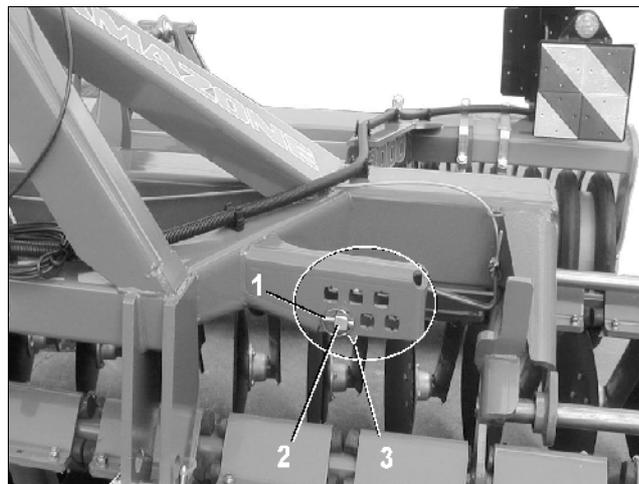
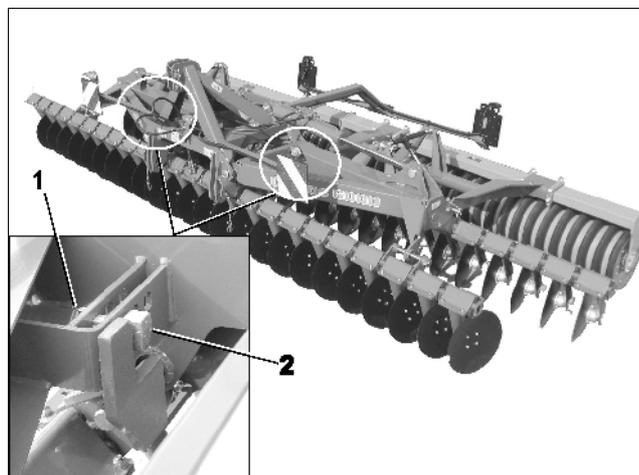

Fig. 17
Fig. 18
**Catros 3001, 4001:** Fig. 17
**Catros 4001-2 til 6001-2:** Fig. 18
- Ta løs orepinnen (Fig. 17/3 og Fig. 18/1)
- Sett eksenterbolten (Fig. 17/2 og Fig. 18/2) i valgt hull.
Foretrukket innstikkshull er merket med en pil (Fig. 17/3).